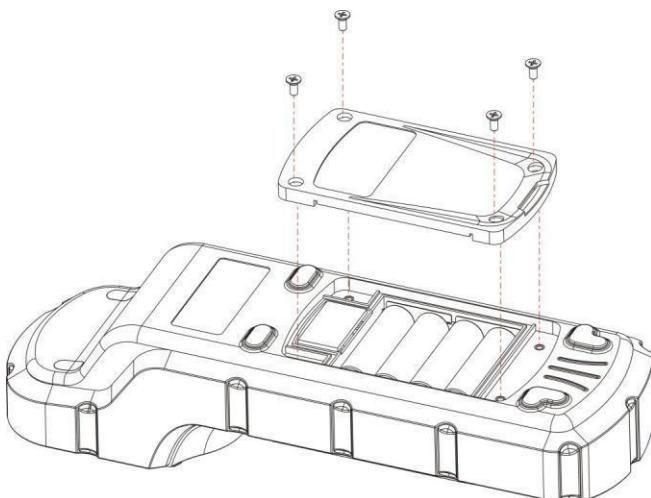

图 3 更换电池
Pyxis HM-900 电池盒如图 3, 在仪器的背面。在屏幕区域下方嵌入一个小衬垫, 让仪器倒置时背面处于水平位置。电池安装步骤如下:
2. 将四节电池装入电池盒中, 如图 3